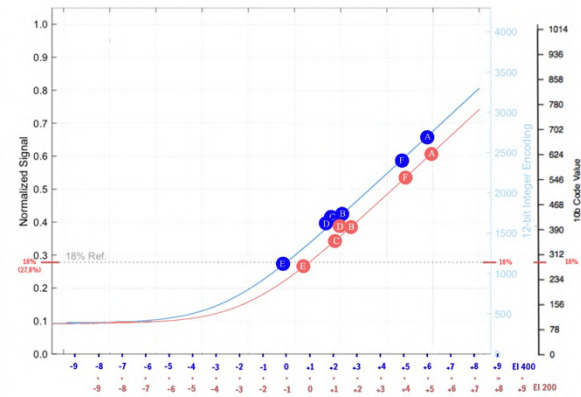

Figura 87. Alexa 35 4.6K 16:9 4608x2592 Arriraw HDE. EI200. ND 0.6 OBT 172.6 6500K. Textura K445 Default LogC4 a Rec 709. Lente Signature 58mm T 28 1/3
En la *figura 87* mostramos un plano de las modelos en el desierto con dos valores de EI distintos, 200 y 400. A EI 200 el valor más alto, que son la nubes, está a unos +5 stops (A) por encima de gris, mientras que a EI 400 está a +6. Estos cambios de EI no están compensados por el valor del diafragma, precisamente para poder ver que incluso sobrexponiendo la imagen, los valores siguen estando en el rango que la cámara puede reproducir. Con EI 200 puedo llegar a representar unos 7 stops por encima del gris, mientras que con EI 400 puedo llegar hasta los 8 stops, y así es efectivamente.